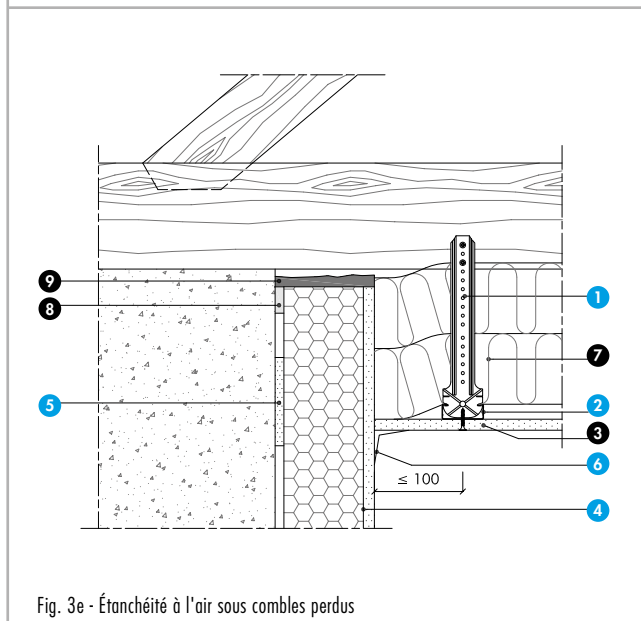

Fig. 3e - Étanchéité à l'air sous combles perdus
**Nomenclature de la figure 3e**